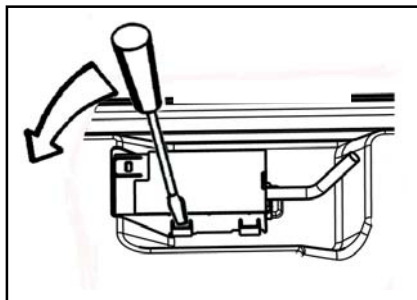

Рис. 4
- слегка нажмите и поднимите (Рис. 4)